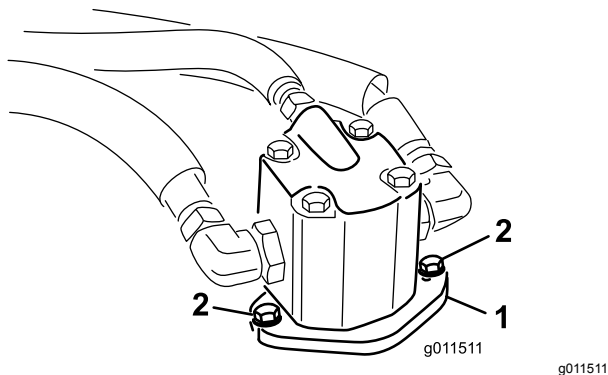

Figura 98
4. Togliete i bulloni che fissano il motore idraulico all'apparato di taglio (Figura 98). Togliete il motore e appoggiatelo sopra l'apparato di taglio.